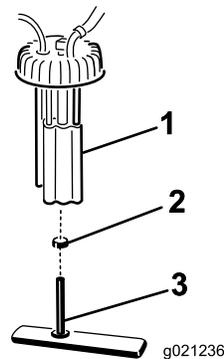

Figure 50
2. Débranchez les connecteurs des faisceaux de câblage de la pompe à carburant (Figure 50).
3. Déposez la pompe à carburant et le filtre à carburant du réservoir (Figure 50).
4. Enlevez le collier qui fixe le flexible du filtre à carburant au raccord de la pompe à carburant. Débranchez le flexible du raccord (Figure 50).